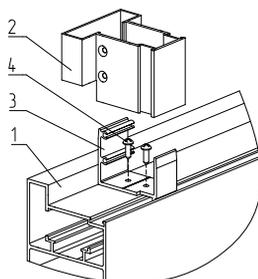

Рис. 60. Установка соединителей под вертикальный разделительный импост(столб)
- установка соединителей под вертикальный разделительный импост(столб) (рис. 60).